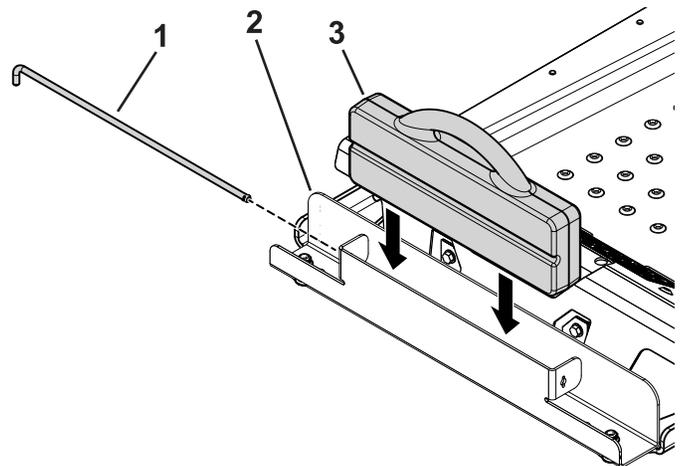

Figura 3
4. Inserite la zavorra a valigia nel vassoio della zavorra con il lato scanalato rivolto verso la parte anteriore della macchina (Figura 3).
5. Inserite l'asta di ancoraggio nel vassoio e ruotatela in posizione di blocco (Figura 3).